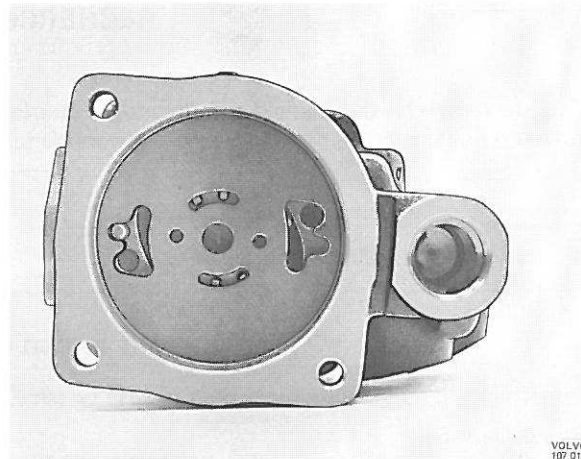

Figure 132. Plaque extérieure en place
10. Monter la plaque (18) sur la pièce intermédiaire, figure 132. La goupille peut être introduite dans l'un des deux trous extérieurs.